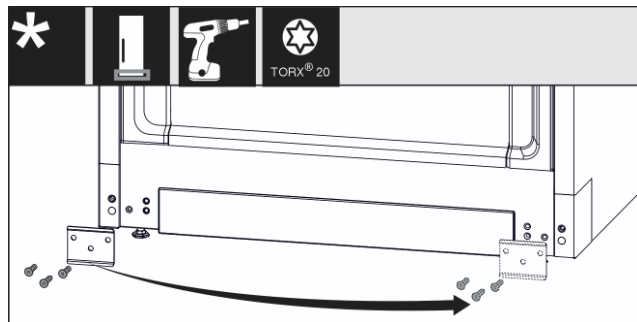

Fig. 15
- Odkręcić blaszkę Fig. 15 (1), przetożyć na drugą stronę i ponownie przykręcić.